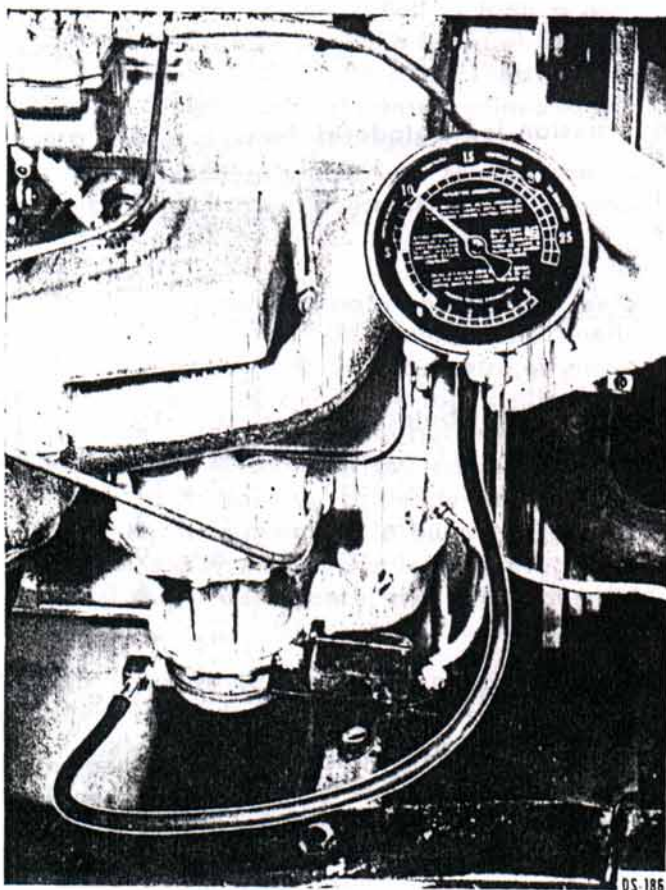

Fig. 29. — Verificando el vacío de la bomba de nafta.
3) Pruebe el vacío de la bomba con un vacuómetro. Desconecte las mangueras y coloque la conexión del vacuómetro del lado de entrada de la nafta en la bomba. Haga girar el motor y observe la lectura (Fig. 29).